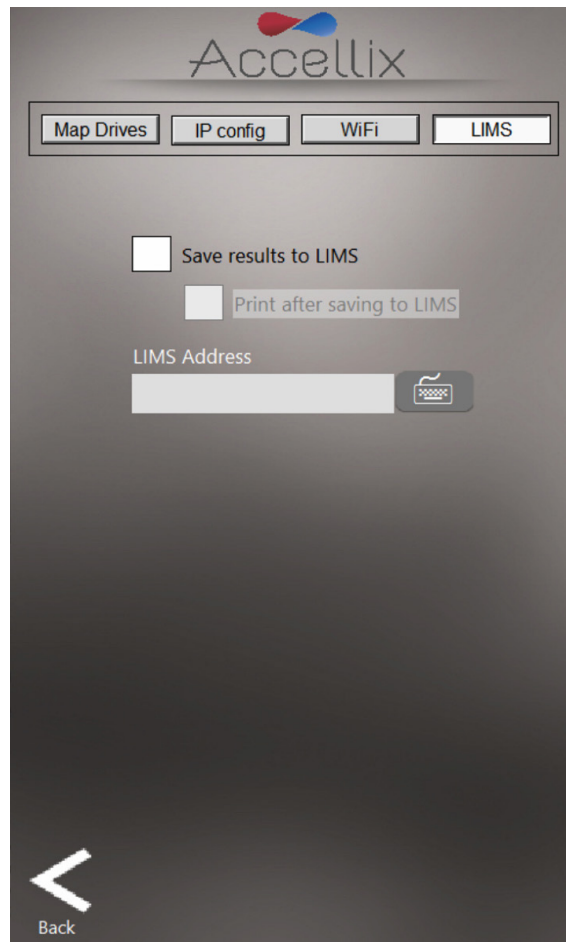

图27: 网络屏幕: LIMS 选项卡
4. 要配置系统以将数据保存到 LIMS 系统，请选择 LIMS 选项卡（图 27）。要使系统能够将数据保存到 LIMS 系统：